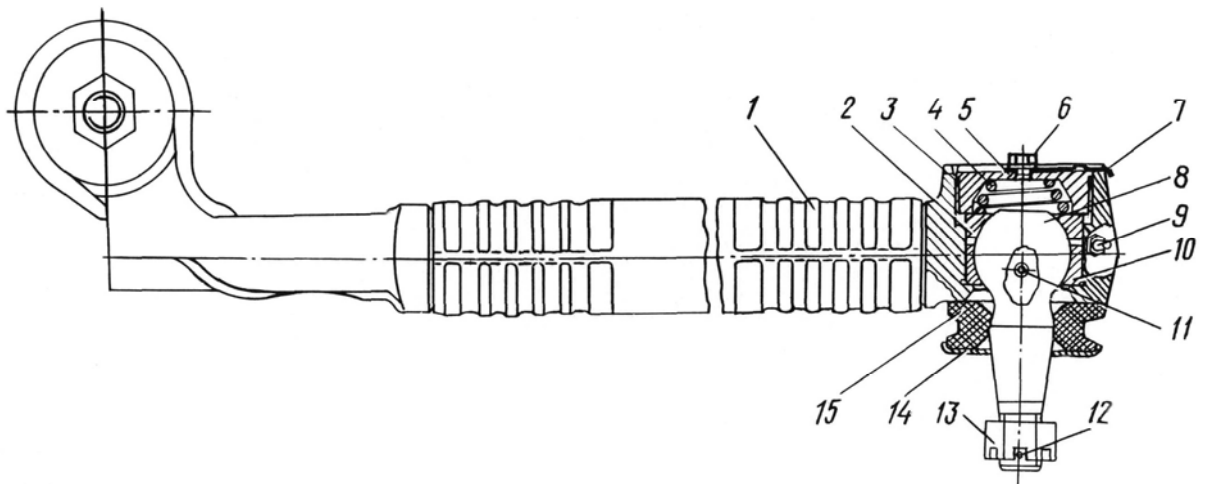

Рис.58. Тяга продольная рулевая:
**Продольная рулевая тяга** (рис.58) трубчатая, с двумя шаровыми шарнирами соединяет силовой цилиндр с верхним рычагом поворотного кулака переднего левого колеса.